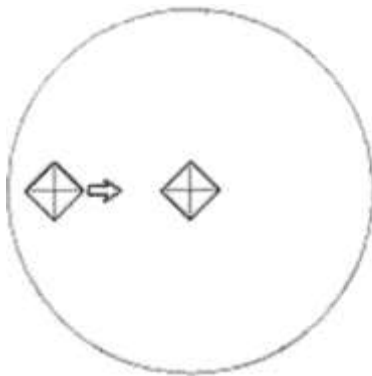

Рис.39
3) Если укол в левой части поля зрения или вне его, как показано на рис.39.